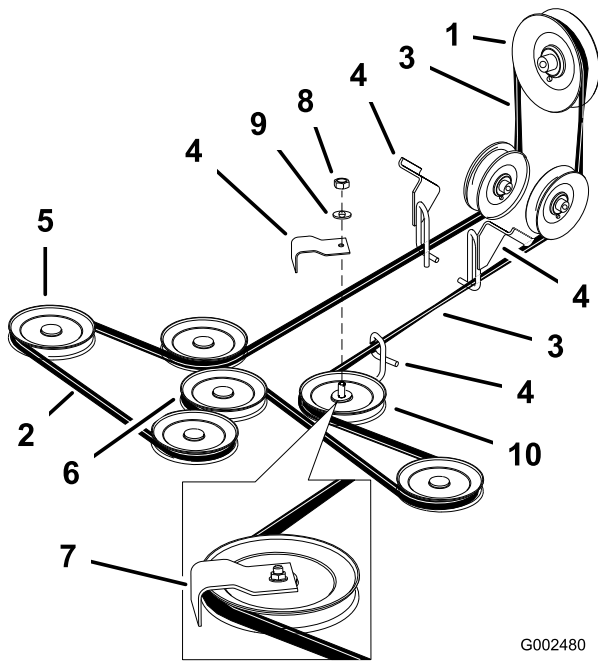

Figura 50
4. Afloje la tuerca que fija la chapa de la polea tensora y desplace la chapa para aliviar la tensión de la correa sobre la polea tensora (Figura 50).
6. Retire la correa del cortacésped de las guías de la correa y retire la correa (Figura 50).
7. Instale la nueva correa del cortacésped alrededor de las poleas de los ejes del cortacésped, la polea tensora, por las guías de la correa, el conjunto del brazo tensor trasero y el embrague (Figura 50).
Nota: Compruebe que la correa no está demasiado retorcida entre una polea y otra. Asegúrese de que no sobrepase lo especificado en Figura 50.
Importante: Compruebe que la correa no está demasiado retorcida entre una polea y otra. Asegúrese de que no sobrepase lo especificado en Figura 50.